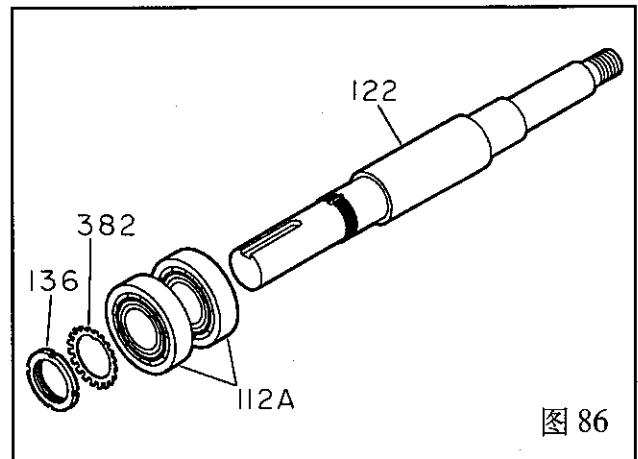

图 86
10. 拆下轴承锁紧螺母(136)和锁紧螺片(382)(图 86)。